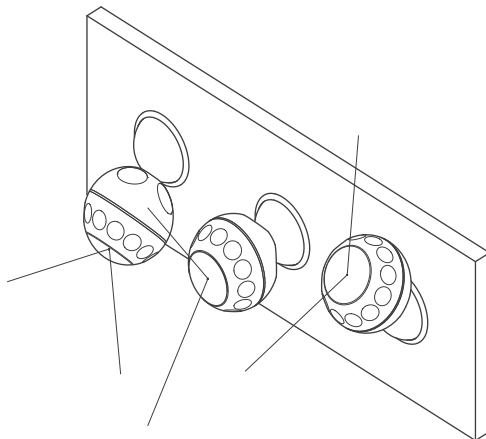

Рисунок 3. Установка на стену.
- Поместите датчик движения на магнитную подставку под таким углом, чтобы контролировать требуемую зону (см. рисунок 3).